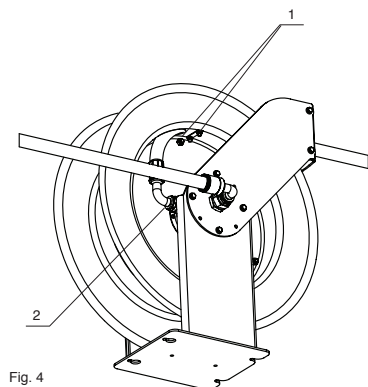
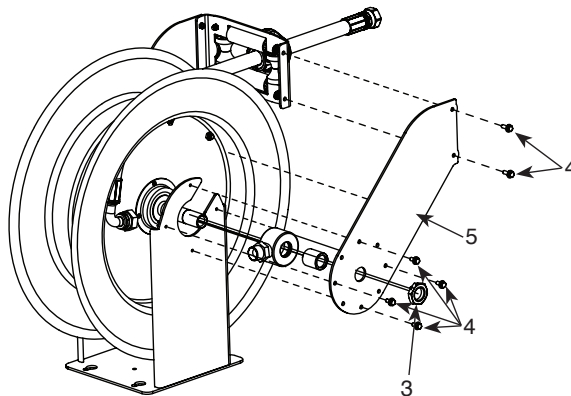
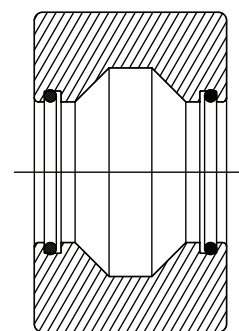

Fig. 4
Fig. 7
Fig. 8
2. Remove the U-bolt by loosening its nuts (1) and disconnect the hose from the swivel (2) by using two wrenches (fig. 4).
4. Connect the new hose to the swivel by using two wrenches. Place the U-bolt in such a way that it firmly holds the hose against the spool, and pull the hose in order to unlock the ratchet (fig. 4).
2. Ta loss "U"-bulten (1) och lossa på slangens från sviveln genom att använda två skift- eller fasta nycklar (fig 4).
4. Anslut den nya slangens till sviveln, placera "U"-bulten så att den håller slangens fast mot trumman. Dra i slangens för att släppa spärren (fig 4).
2. Entfernen Sie den Bolzen, indem Sie die Muttern (1), mit denen er befestigt ist, lösen, und trennen Sie den Schlauch mittels zweier Schlüssel vom Anschlussgelenk (2) (Abb. 4).
1. Disconnect the hoses of the inlet shaft (1) and the swivel joint (2) (fig. 7). On the swivel, use two wrenches (fig. 4) in order to avoid any shaft damage.
2. Loosen the set screw in the nut (3) and remove said nut.
3. Remove the screws (4) and the arm (5).
4. Remove the swivel and replace it with a new one, or replace the seals. Make sure the seals are placed correctly (fig. 8).
1. Koppla bort slangarna på inloppsanslutningen (1) och sviveln (2) (fig 7). På sviveln, använd två nycklar för att undvika skador på axeln.
2. Lossa stoppskruven som sitter i muttern (3) och de montera muttern.
3. Tag bort skruvarna (4) och sedan utloppsarmen (5).
4. Tag bort sviveln och byt ut, eller byt bara ut packningarna. Säkerställ att packningarna är monterade åt rätt håll (fig 8.)
1. Lösen Sie die Schlauchverbindungen am Schlaucheingang (1) und am Anschlussgelenk (2) (Abb. 7). Benutzen Sie zwei Schlüssel beim Anschlussgelenk, damit die Achse nicht beschädigt wird.
2. Lösen Sie die Stellschraube an der Mutter (3) und schrauben Sie die Mutter ab.
3. Entfernen Sie die Schrauben (4) und den Arm (5).
4. Ziehen Sie das Anschlussgelenk ab und ersetzen Sie es durch ein neues oder tauschen Sie die Dichtungen aus. Stellen Sie dabei sicher, dass diese an der richtigen Stelle angebracht werden (Abb. 8).